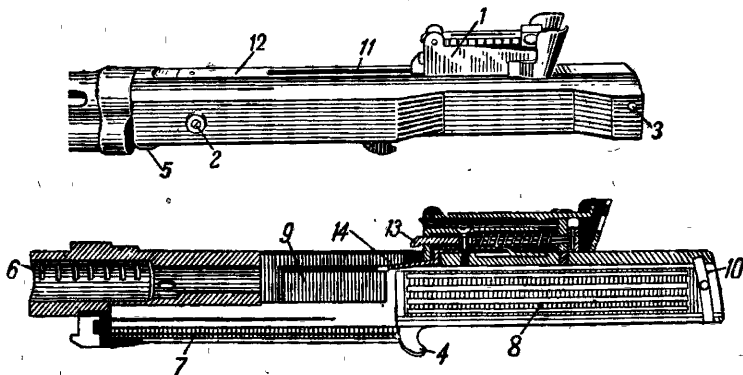

Рис. 10. Ствольная коробка:
**Ствольная коробка** (рис. 10) служит для сборки в одно целое всех частей пулемёта и обеспечивает работу подвижной системы.